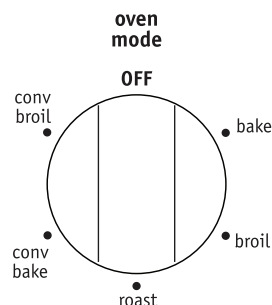

Figure 20: Sélecteur oven mode (mode du four)
3. Réglez le sélecteur **oven mode** (mode du four) sur la position **conv bake** (cuisson à convection) (Figure 20).